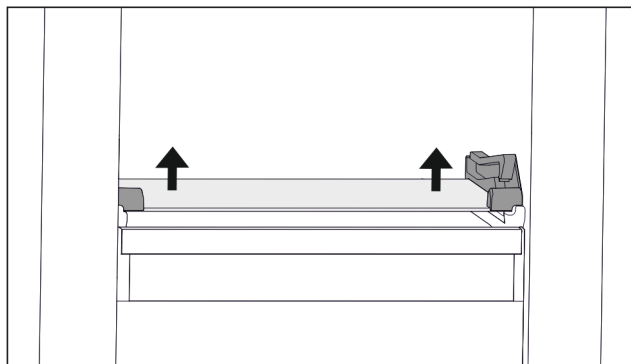

Fig. 61 Skleněná deska odklápěcí zásuvky
- ▶ Vytlačte skleněnou desku zdola na obou stranách nahoru. (viz Fig. 61)